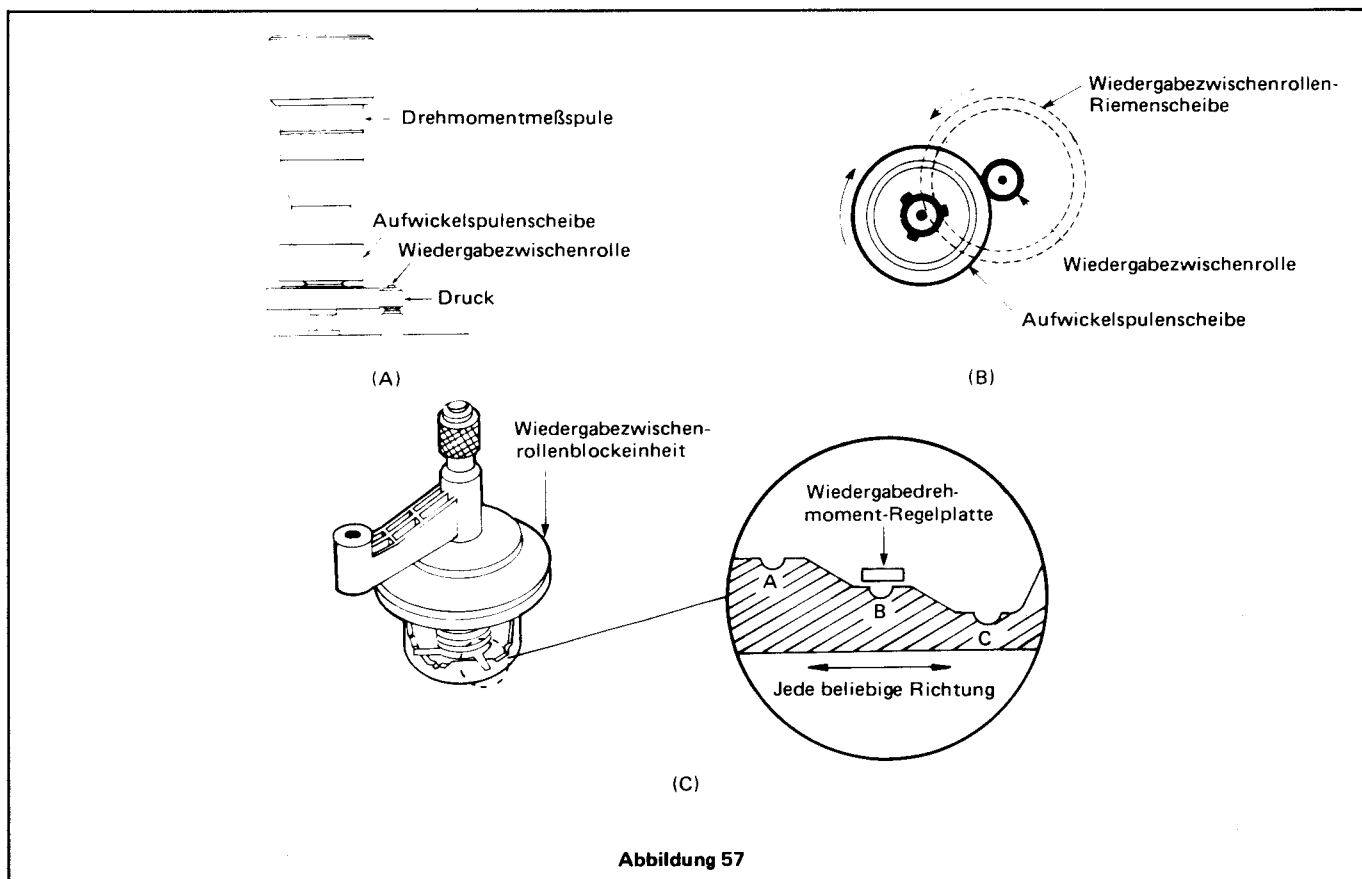

Abbildung 57
2. Die Drehmomentmeßspule auf die Aufwickelspulenscheibe aufsetzen und die Wiedergabetaste drücken. Siehe Abbildung 57-(A).
wert in den vorgeschriebenen Bereich von 100 bis 150 gr./cm gelangt. Siehe Abbildung 57-(B).
1. Sollte der Drehmomentwert bei Wiedergabe (Wiedergabewischenrollendrehmoment) nicht in der vorgeschriebenen Wert von 100 bis 150 gr./cm gelangen, die Wiedergabedrehmoment-Regelplatte auf den entsprechend richtigen Drehmomentwert einstellen. Siehe Abbildung 57-(C).
2. In der A-Stellung ergibt die Wiedergabedrehmoment-Regelplatte einen höheren Drehmomentwert, während sie in der C-Stellung einen geringeren Drehmomentwert ergibt. Diese Platte muß sicher eingesetzt werden. Siehe Abbildung 57-(C).